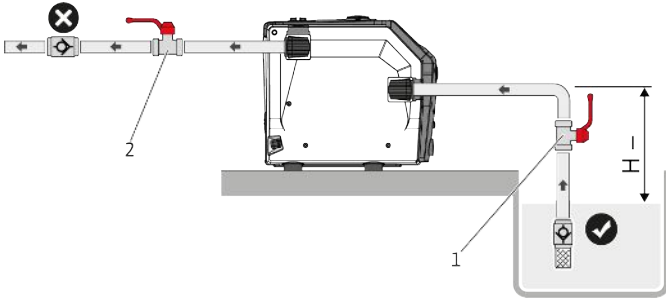
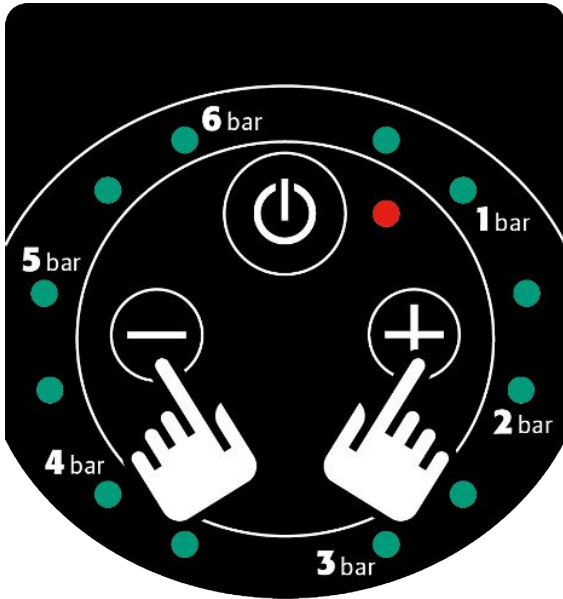

Fig. 8: Emme işletimi
Fig. 11: Kumanda tuşu + ve -
1. Ürün yük işletiminde kurulu ise (Fig. 8), Açık/Kapalı kumanda tuşuna 1 kez basın (Fig. 11).
2. Kumanda alanındaki "Açık/Kapalı" kumanda tuşuna basın (Fig. 11).